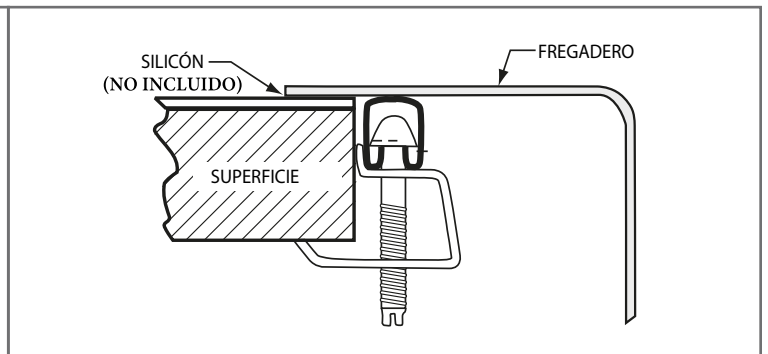

Figura 4.
- fregadero en su lugar. Esto debe hacerse en los cuatro lados. Sujete el contrapeso de las abrazaderas en su lugar y apriétalo con la mano. (Generalmente 3 abrazaderas en el extremo, el contrapeso dividido igualmente entre la parte frontal y posterior). Coloque las abrazaderas a la misma distancia una de la otra, tanto como sea posible. (Figura 4)
6. Desde el lado superior, revise el sello entre el borde y la superficie. Ajuste las abrazaderas a un punto más alto si es necesario. (Figura 4)
7. Apriete la abrazadera de forma pareja con un destornillador hasta que el fregadero se asiente en la superficie. (Figura 4)